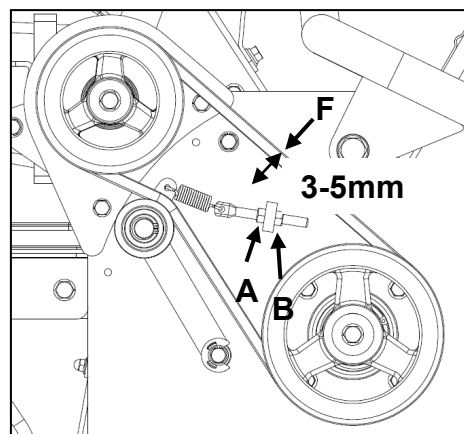

Figure 23
- Poussez la courroie avec le doigt (F, Figure 23). La courroie doit se déplacer de 3 à 5 mm. Si la courroie ne bouge pas en conséquence, ajustez avec les vis (A, Figure 23) et (B, Figure 23)